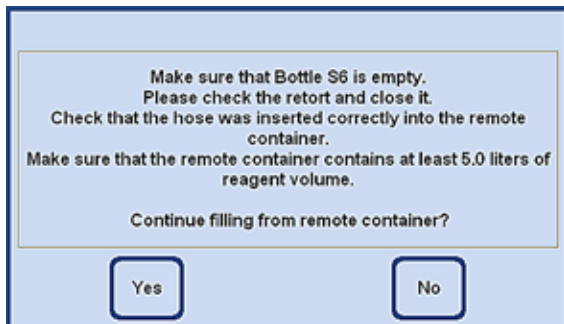

Fig. 170
- Depois de tudo terminado, pressione **YES** para iniciar o enchimento (Fig. 170).